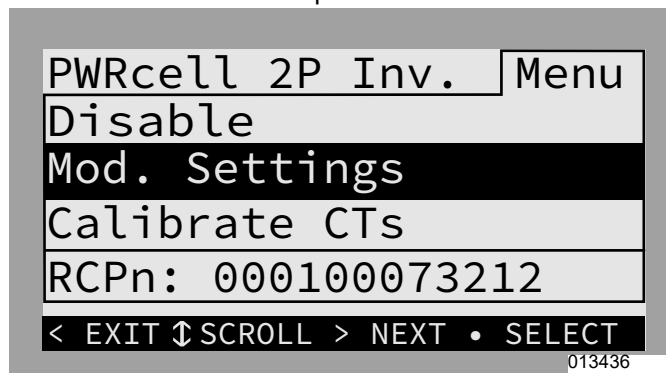
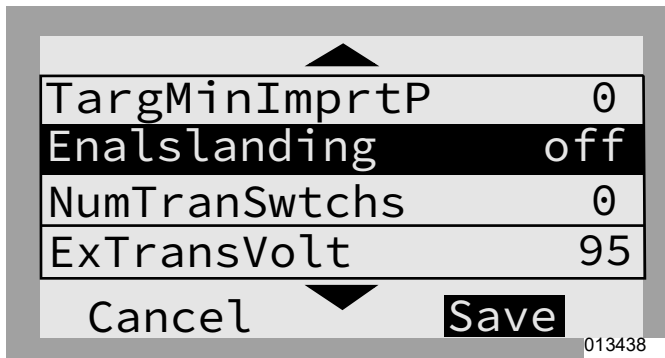

Figure 7-15. Système PV seulement (1 de 2)
Figure 7-16. Système PV seulement (2 de 2)
- Voir Figure 7-15 et Figure 7-16. Paramètre Mod. Settings (Modifier paramètres) de l'onduleur :